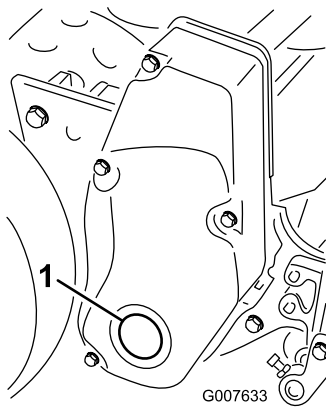

Figure 58
1. Enlevez le bouchon du couvercle d'entraînement droit (Figure 58).